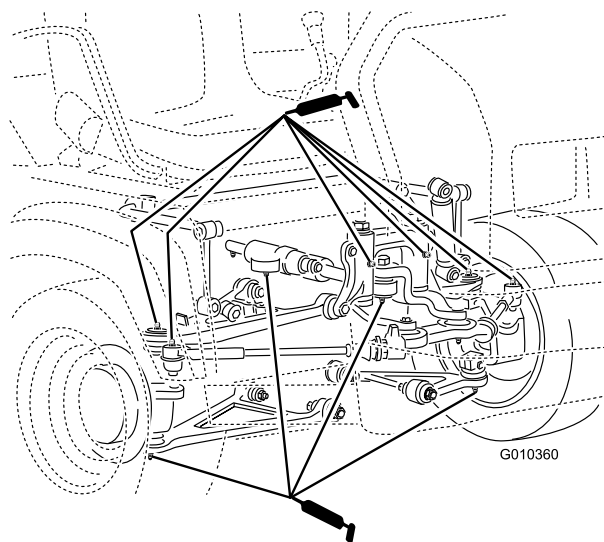

Рисунок 40
- Шаровые опоры (4), тяги (2), шарниры (2) и гидроцилиндр рулевого управления (2) (Рисунок 40)